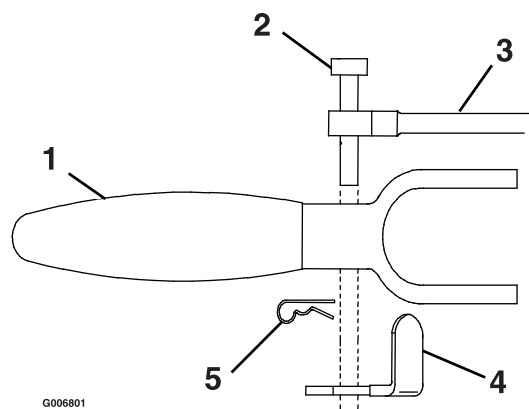

Figure 19
Laissez les leviers de déplacement retomber à la position avant maximale : l'axe de chape doit être appuyé dans le verrou de blocage au point mort avec un jeu d'environ 4,7 à 6,4 mm (3/16 à 1/4 po) au bas de la fente (voir Figure 19). Corrigez si nécessaire.
- A. Pour régler la tringlerie de transmission aux roues, retirez la goupille fendue entre le verrou de blocage au point mort et le levier de déplacement (Figure 19).
- C. Remettez la goupille fendue dans le trou de l'axe de chape entre le verrou de blocage au point mort/de frein de stationnement et le levier de déplacement (voir Figure 19). Répétez la procédure de l'autre côté de la machine.